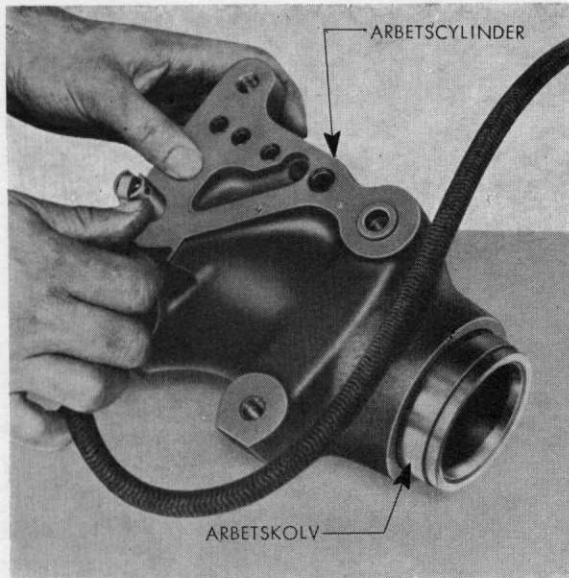

Fig. 24. Demontering av arbetskolven.
12. Tryck ut arbetscylinderns kolv genom att blåsa tryckluft genom säkerhetsventilens hål samtidigt som man håller ett finger över hålet närmast bredvid. (Se Fig. 24.)